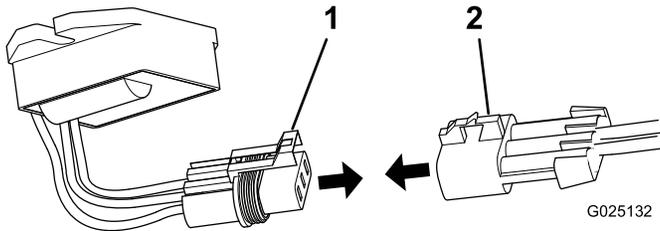

Bild 8
6. Verbinden Sie den Stecker am Regler mit dem entsprechenden Stecker am Kabelbaum des kabellosen Betriebsstundenzählers (Bild 8).